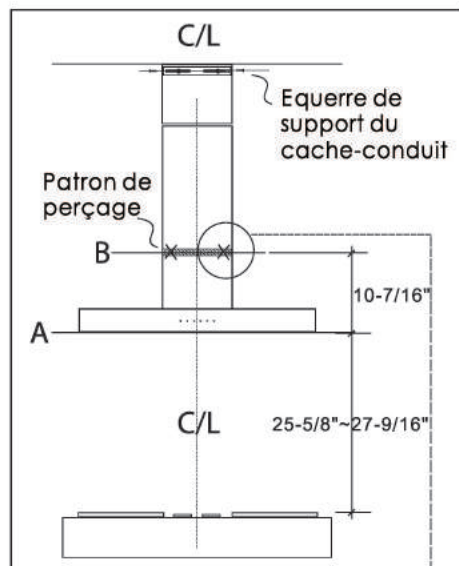

Fig.6-1
5. Tracez la ligne centrale (LC) de la hotte sur le mur.
6. Tracez une ligne B (à 10,4 pouces au dessus de la ligne A)(Fig. 6-1)